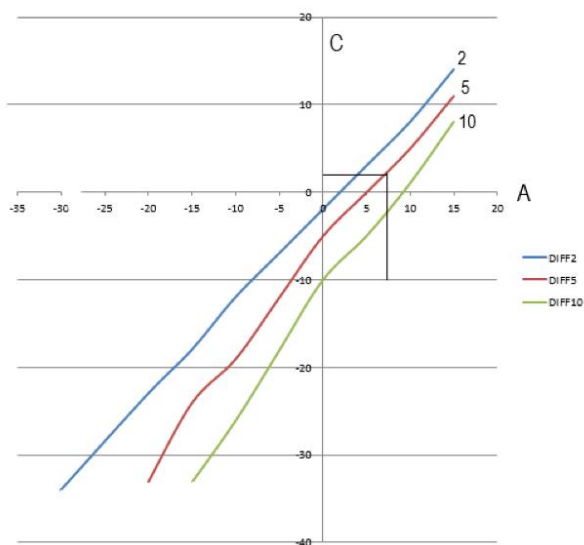

Рис.3. Номограмма настройки реле.
* Обратите внимание, что цена деления шкалы настройки дифференциала DIFF не во всем диапазоне полностью соответствует градусам °C и меняется в зависимости от выбранного диапазона регулирования. Если вам требуется перенастроить реле, на точки срабатывания, отличные от заводских настроек используйте приведенную ниже номограмму и пример настройки рис. 3.